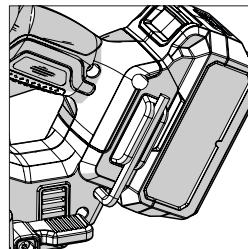

Fig. 1
- Localice la llave Allen de cambio de hoja que se suministra, situada en el compartimento de almacenamiento integrado. (**Fig. 1**)